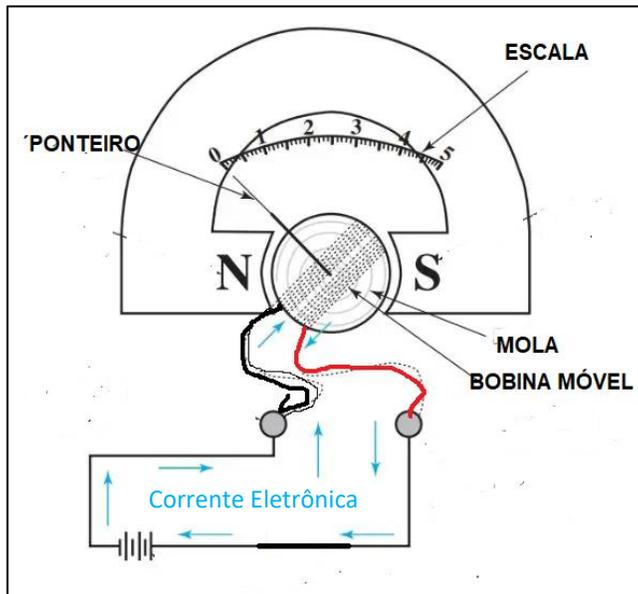

Fig. 2 – Ligação da bobina móvel a uma fonte de tensão mostrando o sentido eletrônico da corrente.
Com a ligação mostrada na fig.2, a direção do campo magnético criado na bobina ou, em outras palavras, o “equivalente” ao polo Norte e Polo Sul na bobina (*) deve coincidir com a dos polos do ímã permanente para que haja repulsão entre eles forçando a desejada rotação dela no sentido dos ponteiros do relógio (CW).